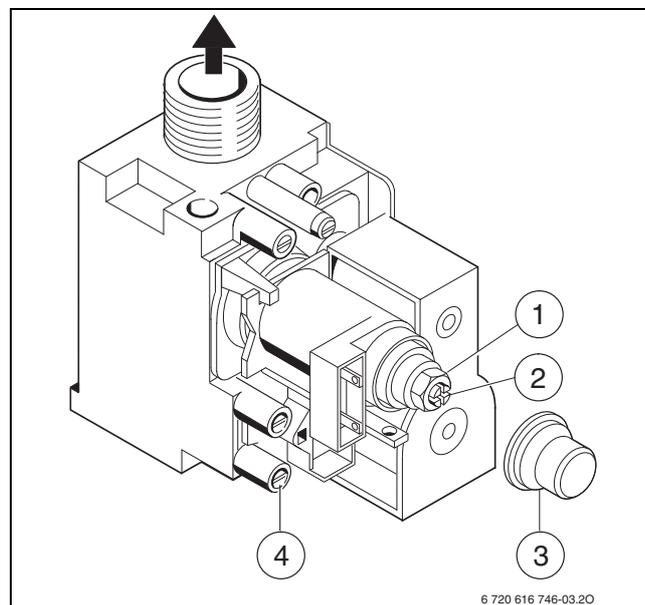

Fig. 39 Bloc gaz
- ▶ Retirer le capuchon (→ fig. 39 [3]) du bloc gaz.
- ▶ Pour « max » prendre la pression aux injecteurs indiquée (mbar) dans le tableau sur la page 38 et la contrôler. Vérifier que l'écrou (→ fig. 39 [1]) est bien serré en butée sur le corps laiton.
- ▶ Pour « min » prendre la pression aux injecteurs (min ECS) indiquée (mbar) dans le tableau sur la page 38. Régler la pression aux injecteurs au moyen de la vis de réglage de débit gaz minimal (→ fig. 39 [2]).
- ▶ Desserrer la vis dans la prise de mesure de la pression de raccordement (→ fig. 39 [4] en page 29) et brancher un manomètre à cette prise.
- ▶ Pour « max » prendre le débit de gaz indiqué dans le tableau sur la page 38 et le contrôler. Vérifier que l'écrou (→ fig. 39 [1]) est bien serré en butée sur le corps laiton.
- ▶ Pour « min » prendre le débit de gaz (min ECS) indiqué dans le tableau sur la page 38. Régler la pression aux injecteurs au moyen de la vis de réglage de débit gaz minimal (→ fig. 39 [2]).